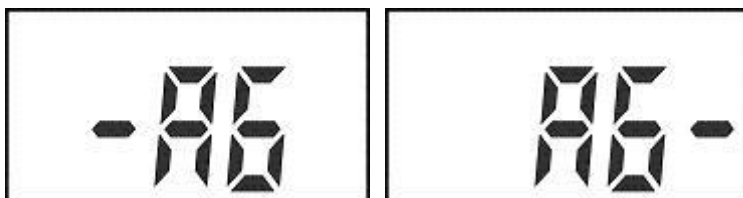

Рисунок 6.8
6.12.2 Вставить в гнездо заряда штекер адаптера сетевого, при этом измеритель переходит в режим заряда не в зависимости от его начального состояния, был ли он выключен, или находился в состоянии измерения. На цифровом индикаторе в процессе заряда отображаются периодически меняющиеся надписи «АБ-» и «-АБ» и включена подсветка (рисунок 6.8).